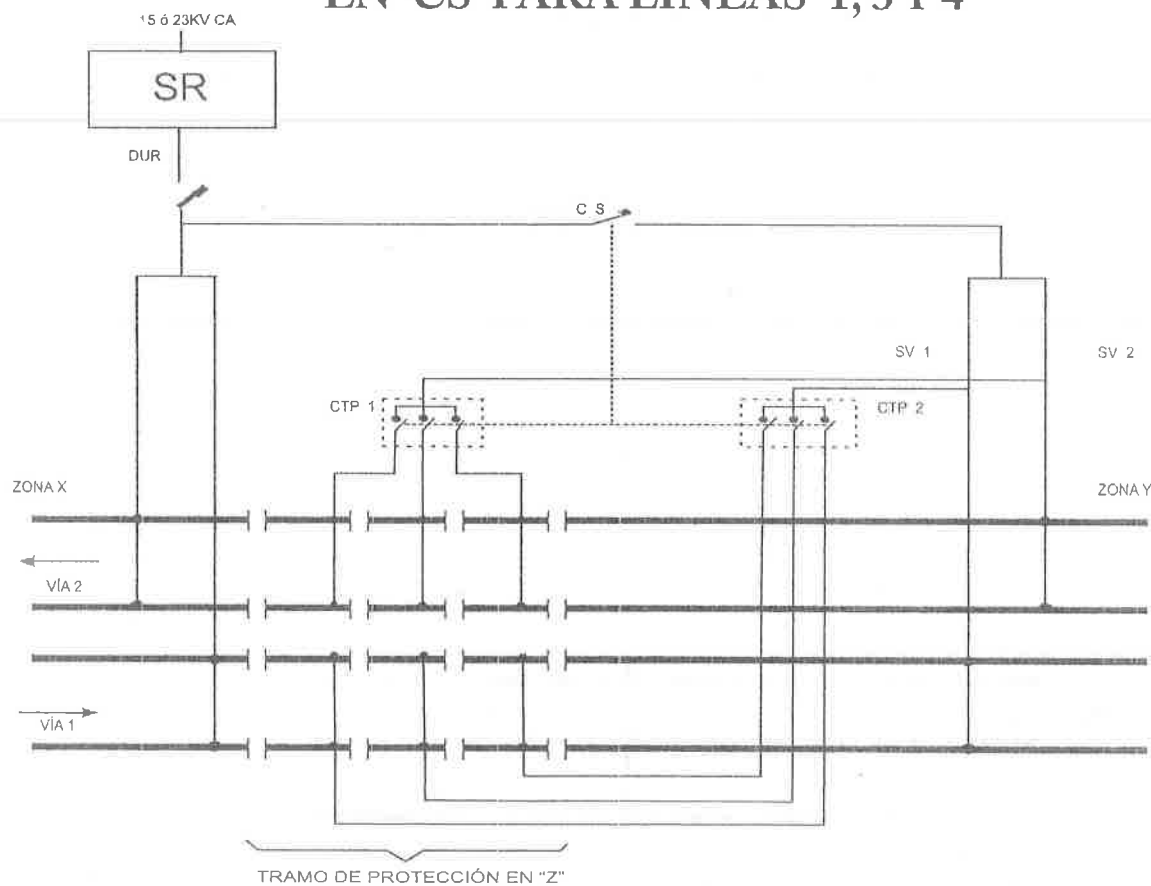

IMAGEN 6
b) De alimentación en CS para las Líneas 1, 3 y 4 (ver imagen 6)